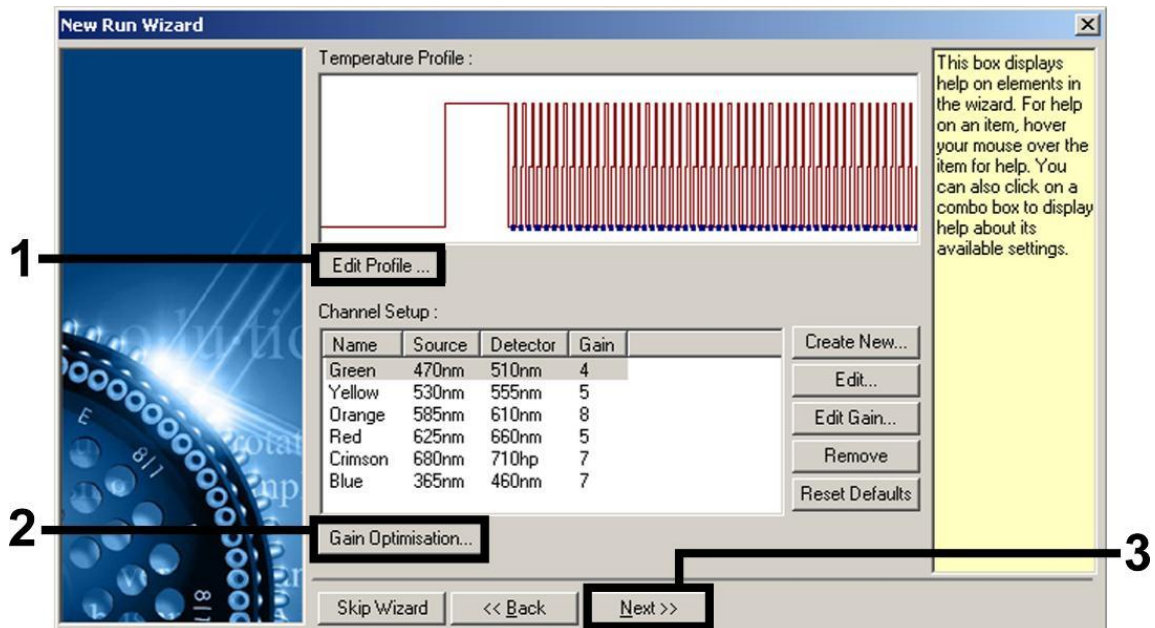

Abbildung 7. Bearbeiten des Profils.
8. Klicken Sie im nächsten Dialogfeld „New Run Wizard“ (Abb. 7) auf die Schaltfläche „Edit Profile“ (Profil bearbeiten) und programmieren Sie das Temperaturprofil wie in Abb. 7 bis 10 gezeigt.
9. **Der Messbereich der Fluoreszenzkanäle muss auf die Fluoreszenzintensitäten in den PCR-Röhrchen abgestimmt werden. Klicken Sie im Dialogfeld „New Run Wizard“ auf „Gain Optimisation“ (Optimierung der Verstärkung), um das Dialogfeld (siehe Abb. 7) „Auto-Gain Optimisation Setup“ (Einrichten der Optimierung der automatischen Verstärkung) zu öffnen. Stellen Sie**